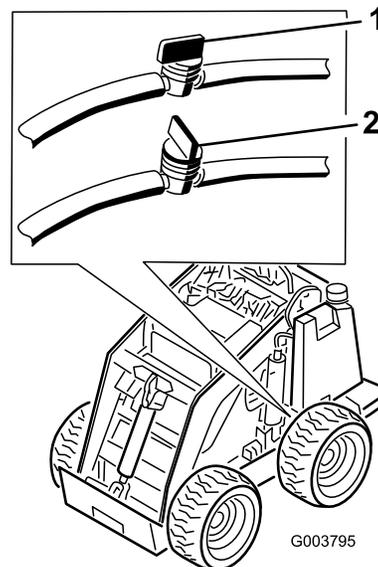

Рисунок 34
- Закройте топливный клапан на днище топливного бака (Рисунок 34).
- Откройте топливный клапан на днище топливного бака (Рисунок 34).
3. Закройте топливные клапаны в плангах около дниц топливных баков (Рисунок 34).
10. Откройте топливные клапаны в шлангах около днищ топливных баков, как показано на Рисунок 34.